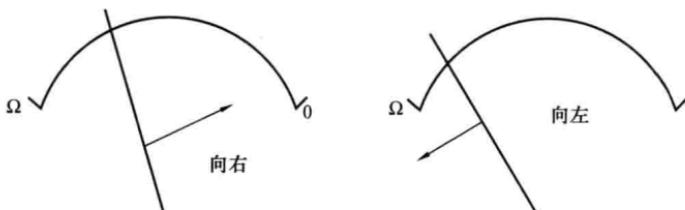

图 2-3 指针偏转方向
(3) 用万用表的红、黑两表笔分别与电容器的两引线相接进行测量，在刚接触的一瞬间，指针应向右偏转，然后缓慢向左回归，接着对调两表笔（或电容器的两引线）后再测，指针应重复以上过程，如图 2-3 所示。